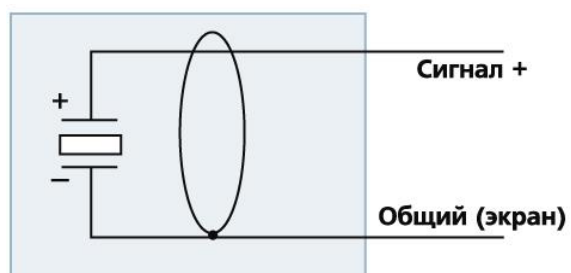

Рис. 1.2 Структурная схема гидрофонов ВС 311 и ZET 321
1.6.6 Структурные схемы гидрофонов (ВС 311, ZET 321), ВС 312, (ВС 313, ZET 323) представлены на Рис. 1.2-Рис. 1.4.